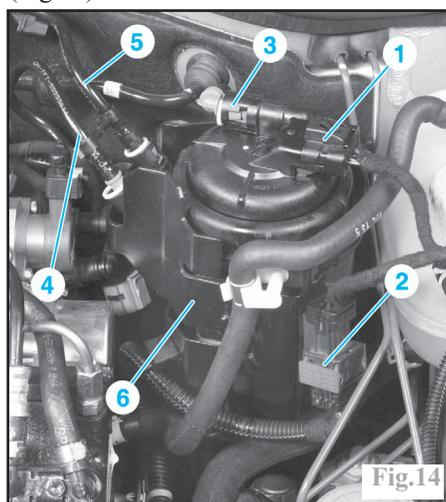

Fig.14
Débrancher les connecteurs du préchauffage de carburant (1), de la gestion moteur (2) et, si le véhicule en est équipé, du capteur de température de combustible (Fig.14).